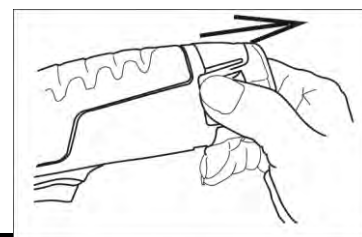

図1
①19. バッテリーの取り付け/取り外しの時は、絶対に15. トリガーに触れずに作業をしてください。
②19. バッテリーの取り付けは、電動ラチェットレンチ本体に19. バッテリーの向きを合わせてはめ込み、「カチッ」と音がするまで確実に挿入してください。
③19. バッテリーの取り外しは、必ず19. バッテリーの両サイドにあるグリップを押しながら、19. バッテリーを本体から引き抜いてください（図1参照）。無理に取り外すと爪が折れる原因になります。
④19. バッテリーがスムーズに挿入されない場合は、正しくセットされていません。無理に挿入せずにもう一度セットしなおしてください。